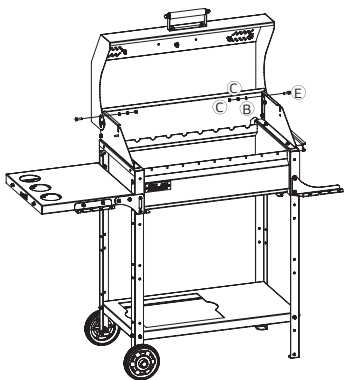

Рис. 35.
16. Прикрутить упоры крышки используя винты (E) – 2 шт., шайбы (B) – 2 шт., гайки (C) – 4 шт. Закрутить до упора с помощью ключей (K) (рис. 35/36).